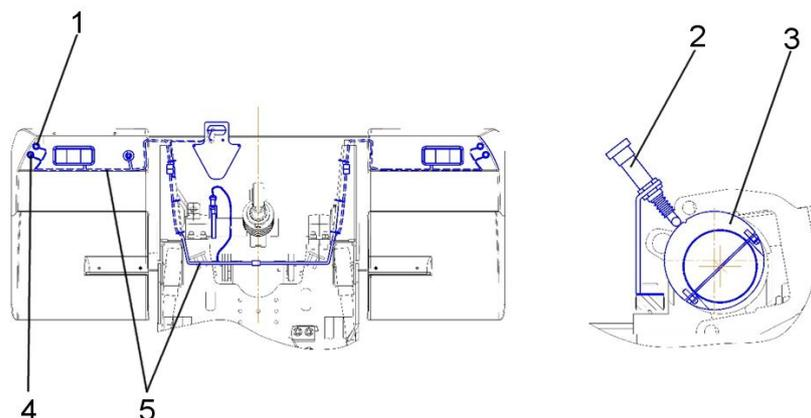

Рис. 4 Управление НУ выносными кнопками и установка позиционного датчика
Управление навесным устройством (НУ) осуществляется пультом управления (рис. 2), расположенным на пульте гидравлики в кабине трактора, и выносными кнопками 1 и 2 (рис. 4). При наличии неисправностей в электронногидравлической системе управления НУ сигнализатор диагностики 4 (рис. 2) отображает информацию о неисправности и, в случае необходимости, происходит блокирование работы системы управления НУ.
- рукояткой 9 (рисунок 2) установите, в зависимости от характера работы, способ регулирования. Поворот рукоятки по часовой стрелке до упора – позиционный способ регулирования, против часовой стрелки до упора – силовой, между ними – смешанное регулирование. Смешанное регулирование является предпочтительным. Так как на тракторе установлен только датчик позиции (рис. 4), то рукоятку 9 необходимо установить в положение «ПОЗИЦИОННОЕ РЕГУЛИРОВАНИЕ» (по часовой стрелке до упора);
Управление задним навесным устройством с помощью выносных кнопок применяется, как правило, для подсоединения к НУ сельскохозяйственных машин и орудий. Подъем и опускание задней навески выносными кнопками на крыльях задних колёс можно осуществлять на любых режимах управления – рукоятки 2, 5, 6, 7, 9 (рис. 2) могут находиться в произвольном положении, так как система управления из кабины при этом блокируется. Для подъёма НУ нажмите и удерживайте в нажатом состоянии любую из кнопок 1 (рис. 4) на правом и левом крыле. Для опускания НУ нажмите и удерживайте в нажатом состоянии любую из кнопок 4 на правом и левом крыле.